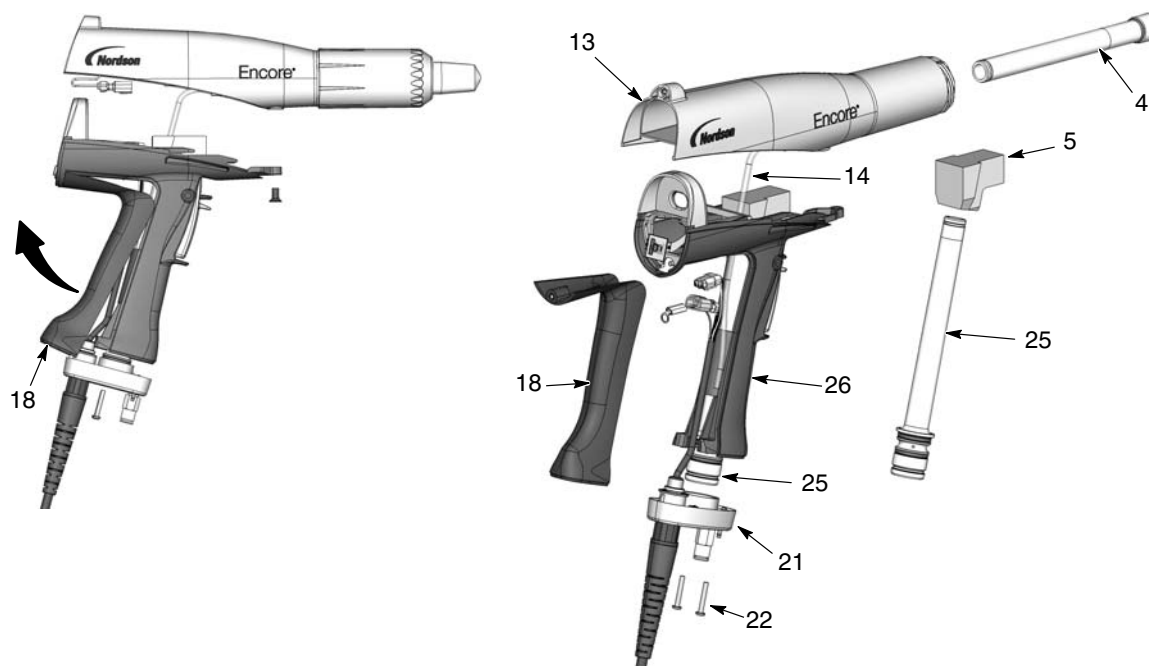

Figura 6-5 Substituição do percurso de pó
2. Consulte a figura 6-5. Retire o cotovelo (5) do tubo de entrada (25).
3. Retire os dois parafusos M3 x 20 (22) da base do punho (21).
4. Puxe a base para fora do punho, depois desloque o fundo do contacto de terra (18) para cima e para fora do punho e retire-o em seguida. Deixe o fio de ligação à terra ligado ao contacto de terra.
5. Empurre o tubo de entrada (25) para cima e para fora da base, depois afaste a base e puxe o tubo de entrada para fora do punho.
6. Empurre o tubo de saída (4) para fora da parte dianteira do corpo da pistola (13).
1. Consulte a figura 6-5. Monte o tubo de saída (4) no corpo da pistola (13), com a extremidade do tubo à face com a extremidade do corpo da pistola.
2. Monte o tubo de entrada (25) no punho (26), depois monte a extremidade do tubo na base do punho (21).